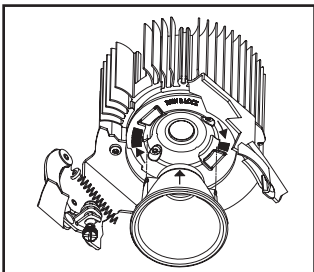

Figura 13. Posicionar el reflector
- Posicione el reflector LED, de modo que la aleta de sujeción más grande se alinee con la abertura más grande del anillo de retención del reflector. La abertura más amplia viene marcada con un bloque rectangular sólido (Figura 13. y Figura 16.).